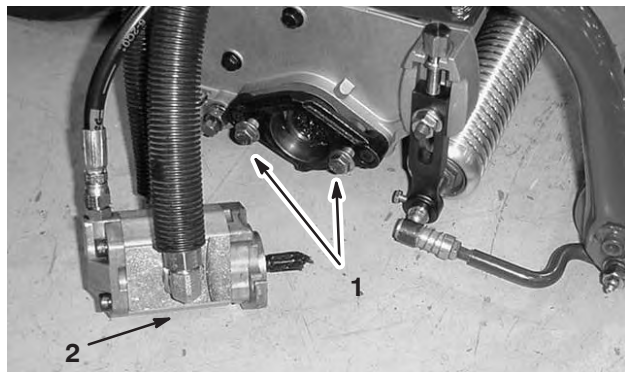

Bild 12
7. Bringen Sie die Befestigungs-Kopfschrauben an, mit denen die Spindeltriebsmotoren an jedem Mähwerk befestigt werden. Lassen Sie ungefähr 13 mm Gewinde an jeder Befestigungs-Kopfschraube sichtbar (Bild 12).
10. Fetten Sie die Keilwelle des Motors mit frischem Fett ein und bringen den Motor durch Drehen nach rechts an, so dass die Motorflansche von den Bolzen entfernt sind. Drehen Sie den Motor nach links, bis die Flansche die Bolzen umhüllen. Ziehen Sie die Befestigungskopfschrauben fest (Bild 12).